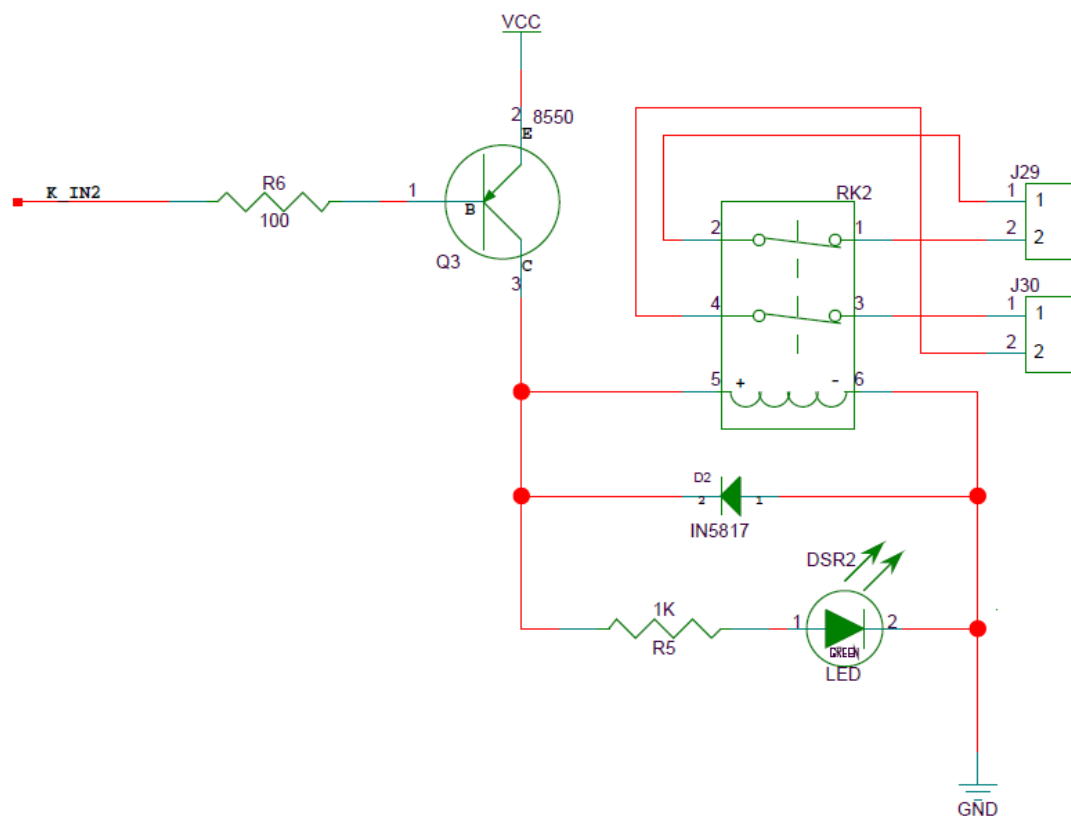

图 3-180 继电器原理图
1. 当 K_IN2 管脚输出高电平的时候，三极管导通，通过 VCC 输出电流给继电器驱动继电器开关吸合；当 K_IN2 管脚输出低电平的时候，三极管截止，继电器恢复，如下图 3-180 所示：